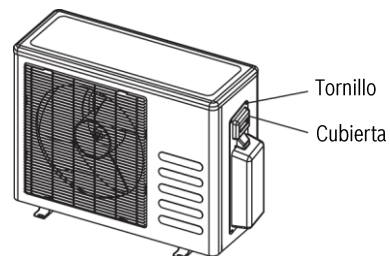

Fig. 61
1. Retirar la cubierta del tablero de control eléctrico de la unidad exterior soltando el tornillo, tal como se lo visualiza en la Fig. 61